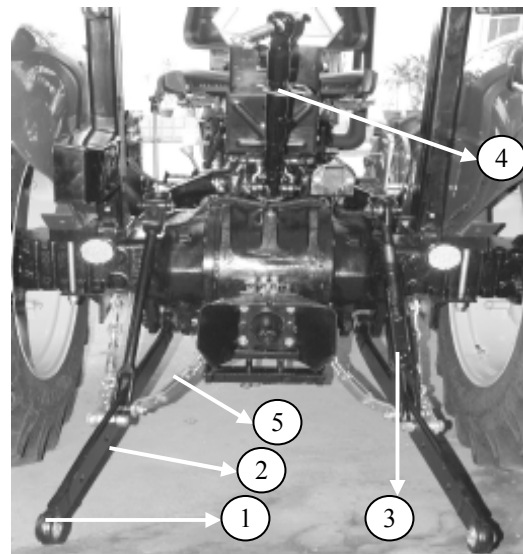

Fig. 70
1. Haga retroceder el tractor hasta el implemento y alinee los extremos de los brazos de levante (1 Fig. 70).
2. Mediante la palanca de control de posición, levante o baje los brazos (2 Fig. 70) de modo que el extremo de la esfera del brazo del lado izquierdo quede alineado con el pasador del enganche del implemento. Inserte la esfera del brazo en el pasador del enganche y fíjelo con el pasador de traba.
3. Uso del tensor (3 Fig.70) alinee la esfera del brazo derecho con el pasador del enganche del implemento, inserte la esfera del brazo en el pasador del enganche y fíjela con el pasador de traba.
El tractor cuenta con extremos de esfera tanto en el brazo del tercer punto como en los brazos inferiores que son aptos para la conexión de implementos de categoría I y II. El brazo del tercer punto (4 Fig. 70) es un tipo de tornillo tensor ajustable a longitudes que varían entre las 24 pulgadas (610 mm) y las 29.5 pulgadas (750 mm). Sin embargo, la longitud más corta del brazo del tercer punto debería usarse únicamente cuando así se recomiende específicamente en este manual del operador.
Las cadenas de contención (5 Fig. 70), evitan que el implemento oscile hacia un lado y otro y golpee a las llantas.